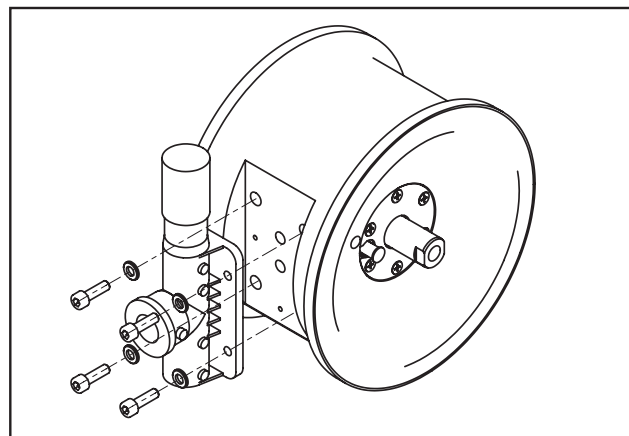

Рис. 19: Система DEPA AirSave (DL15/25/40)
- Отвинтить четыре крепежных винта на управляющем блоке. Теперь с управляющего блока можно снять весь распределительный клапан. Это также возможно без предварительного демонтажа насоса. (рис. 19).